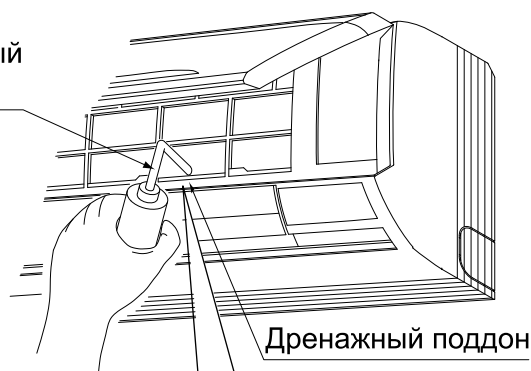

Рис. 20
(2) Убедитесь в том, что дренаж работает правильно.
- После проведения всех работ по подключению дренажных труб проверьте дренаж, **открыв лицевую панель**, удалив воздушный фильтр, залив немного воды в дренажный поддон и убедившись в равномерном вытекании воды из шланга. (См. рис. 20)